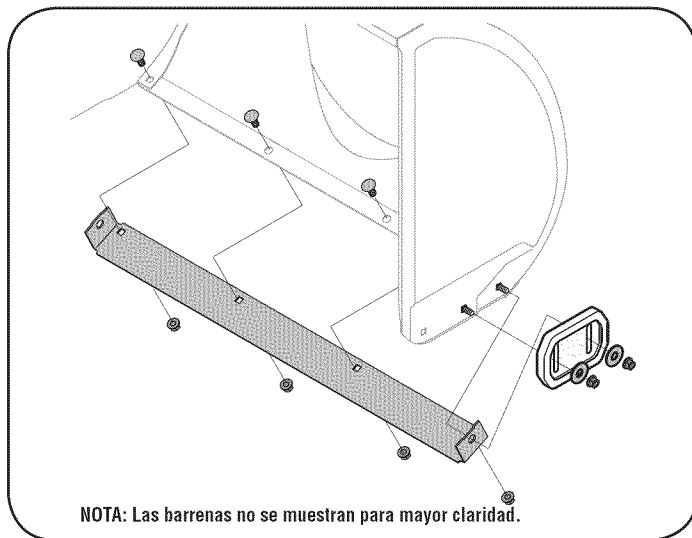

Figura 17
2. Monte las nuevas zapatas antideslizantes con cuatros pernos de carro (dos en cada lado), arandelas, y las tuercas de brida hexagonales. Consulte la Figura 17.